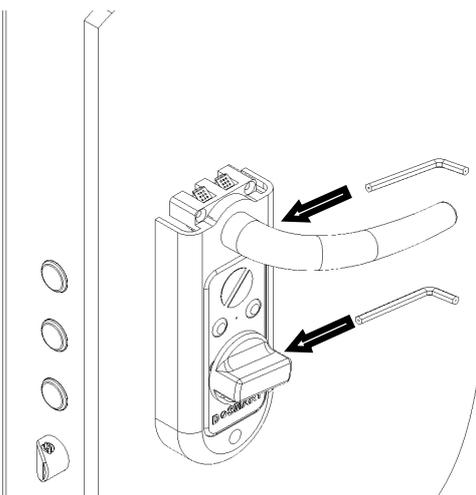
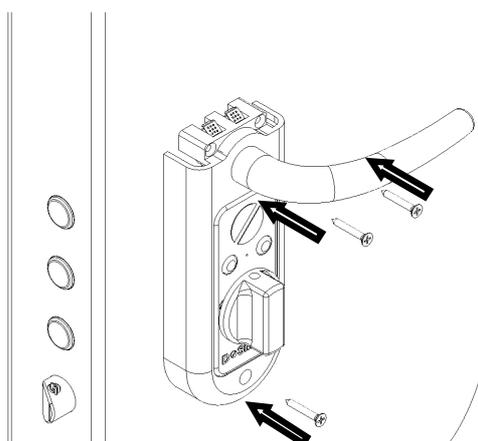

Fig. 8
Fig. 9
9. Inserire e fissare maniglia e pomolo (fig. 8) successivamente fissare sul pannello con le 3 viti autofilettanti in dotazione la placca porta batteria (fig. 9)